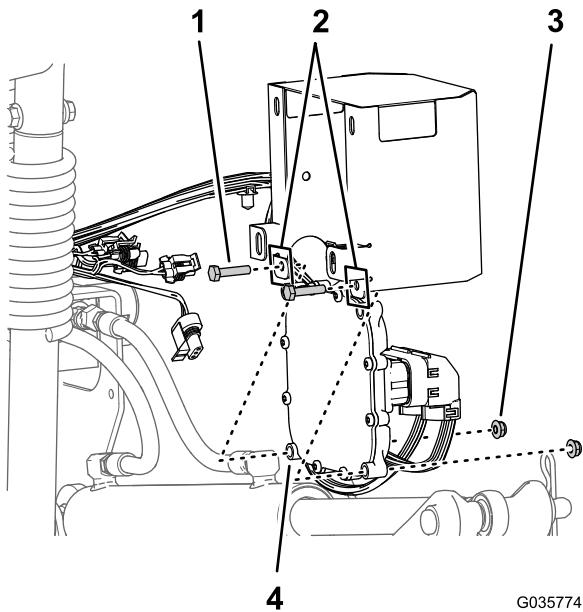

Рисунок 29
1. Совместите электронный контроллер с внутренней частью крышки контроллера так, чтобы нижние наружные монтажные отверстия контроллера были совмещены с отверстиями в нижнем заднем фланце крышки (Рисунок 29).
2. Прикрепите контроллер к крышке с помощью 2 болтов ( $\frac{1}{4} \times 1\frac{1}{8}$  дюйма) и 2 фланцевых контргаек ( $\frac{1}{4}$  дюйма), как показано на Рисунок 29.